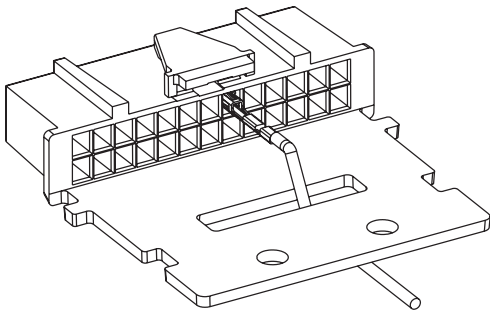

Figure 1a. Wire Strain Relief
6. Route wires through connector as shown in Figure 1a, or for applications with multiple accessories connected to the mobile radio, route wires as shown in Figure 1b and use the cable tie
6. Проведите провода через соединительную панель, как показано на *рис. 1a*, или, в случае подключения к мобильной радиостанции нескольких аксессуаров, проведите провода, как показано на *рис. 1b*, и после выполнения п. 7 закрепите провода на соединительной панели с помощью кабельной стяжки.